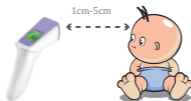

Figure 2: mesure de la position et de la distance
- Alignez le thermomètre sur le milieu du front pour mesurer la température corporelle (entre les sourcils ci-dessus) et garder la distance verticale, appuyez sur le bouton On/scan, et la température s'affiche immédiatement, voir figure 2.